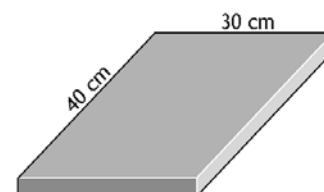

Figura 2.1
2. Uma componente de um motor tem na sua cobertura uma superfície horizontal de 40×30 cm (ver figura 2.1) cuja emissividade é 0,8. Por especificação de projecto, ela deve dissipar para a vizinhança a 30°C (ar calmo e superfícies envolventes), uma potência de 500 W sem ultrapassar uma temperatura de 210°C .